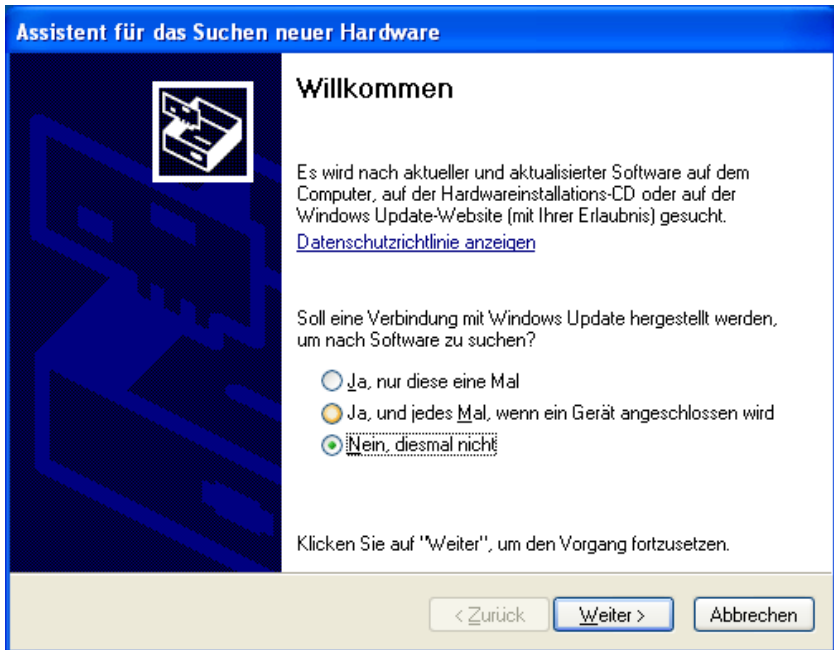

Abbildung 10.1
- Schließen Sie das PVPM1000CX an einen freiem USB-Anschluss Ihres PC an. Es wird automatisch der Dialog „Neue Hardware gefunden“ gestartet. Wenn es keine Internetverbindung gibt oder Windows XP SP2 entsprechend konfiguriert ist, werden Sie gefragt wie in Abbildung 10.1 dargestellt, bevor Windows Update durchgeführt wird. Wählen Sie „Nein, diesmal nicht“ aus und klicken Sie dann auf „Weiter“, um mit der Installation fortzufahren.